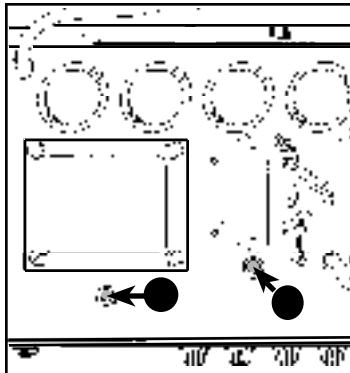

FIG. 1
- A. HUM BALANCE ADJUSTMENT - This adjustment minimizes the hum heard at the speakers due to tube filament imbalance. Balance is usually adjusted only when tubes have been replaced. •Adjustment Instructions: Turn the amplifier ON for 2 minutes with nothing plugged into any of the INPUTS. Rotate the VIBRATO CHANNEL volume, middle, and bass knobs fully clockwise and the treble knob fully counter-clockwise. Rotate ALL of the NORMAL CHANNEL knobs fully counter-clockwise. Switch OFF the REVERB and VIBRATO effects. Then insert a slotted screwdriver into the BALANCE ADJUSTMENT control, (see "A" in FIG. 1) and rotate back and forth to the position with the least amount of hum.
- A. HUM BALANCE ADJUSTMENT - Este ajuste reduce el zumbido que producen los altavoces debido al desequilibrio de los filamentos de los tubos. Realice el ajuste una vez sustituidos los tubos. Instrucciones para el ajuste - Mantenga encendido el amplificador durante 2 minutos sin ningún dispositivo conectado a las entradas INPUTS. Gire los botones de volumen VOLUME, medios MIDDLE y graves BASS del canal de vibrato VIBRATO CHANNEL completamente hacia la derecha y el de agudos TREBLE completamente hacia la izquierda. Gire TODOS los botones del canal normal NORMAL CHANNEL completamente hacia la izquierda. Desconecte los efectos REVERB y VIBRATO. A continuación, introduzca un destornillador ranurado en el control del ajuste de balance BALANCE ADJUSTMENT (véase "A" en FIG 1) y gírelo atrás y adelante hasta alcanzar la posición en la que se reduzca al máximo el zumbido.